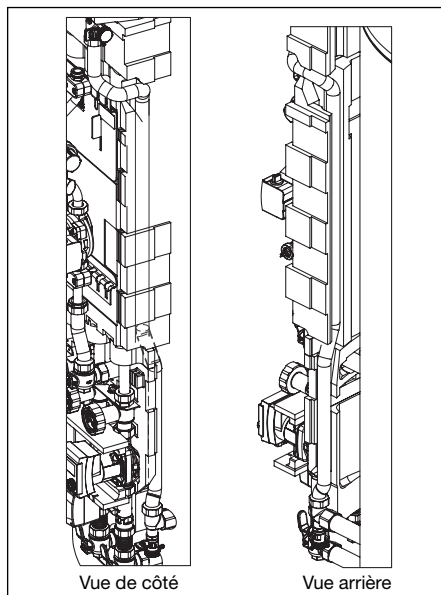

Fig. 21 Montage du tube annelé métallique retour solaire
- Il faut veiller à ce que le tube annelé métallique soit posé entre l'isolation du ballon d'eau chaude et l'isolation du groupe du circuit de chauffage et qu'il soit complètement dissimulé lors du montage de la partie avant de l'isolation (fig. 21).